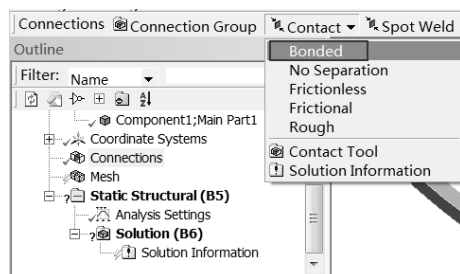

图 13-17 添加接触设置
Step3：选择 Connections 工具栏中的 Contacts Bonded 命令，如图 13-17 所示，此时在 Connections 下面出现一个 Bonded - No Selected 图标，表示接触还未被设置。